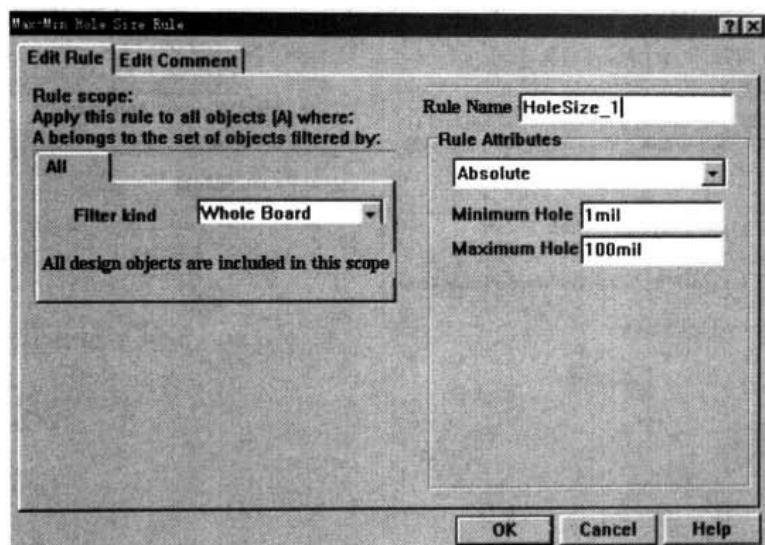

图 10-98 孔径阈值设置对话框
- Hole Size Constraint：孔径阈值。该规则用于设置孔径的最大值和最小值。Hole Size Constraint（孔径阈值）设置对话框，即如图 10-98 所示。在 Rule Attribute 的下拉列表中，可将孔径阈值的形式设为 Absolute（绝对值）或 Percent（百分比）；在 Minimum Hole 和 Maximum Hole 处，输入孔径的最小值和最大值。